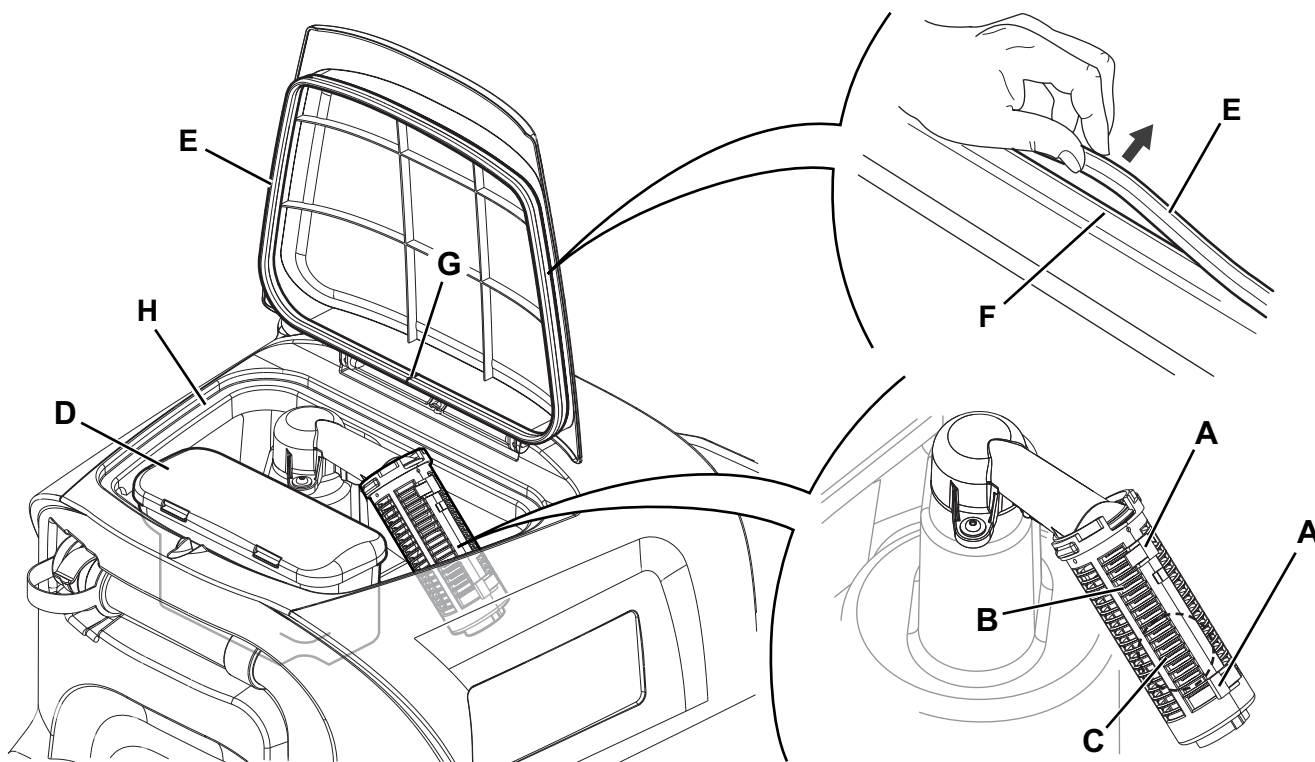

Figure 12
2. S'assurer que la machine est éteinte avec la clé opérateur (52) retirée.
3. Ouvrir le couvercle (18).
4. Nettoyer et laver avec de l'eau propre l'intérieur du réservoir (17) et du couvercle.
5. Vider l'eau du réservoir avec le tuyau (26).
6. Nettoyer la grille d'aspiration (28), dégager les dispositifs de retenue (A, Fig. 12), ouvrir la grille (B), récupérer le flotteur (C) et nettoyer soigneusement ; enfin reposer en place.
7. Démonter le bac de récupération des débris (D) et ouvrir son couvercle, puis nettoyer soigneusement et ré-installer le tuyau d'aspiration.
8. Contrôler l'intégrité du joint d'étanchéité (E) du couvercle du réservoir.